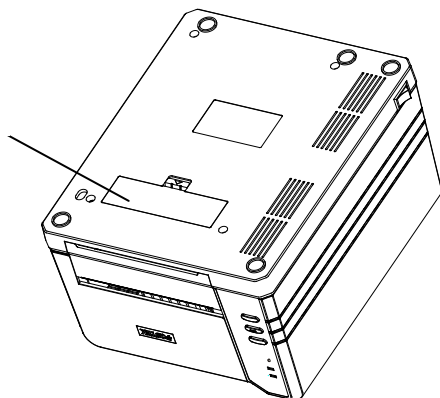
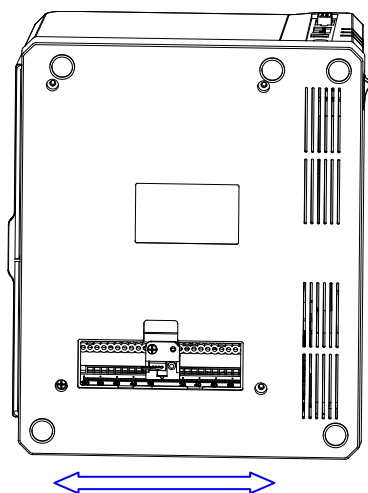

图 6-6
图 6-7
4. 掀开纸张探测器盖(图 6-6), 松开固定螺钉, 调整纸张探测器到合适位置并锁紧螺钉(图 6-7);